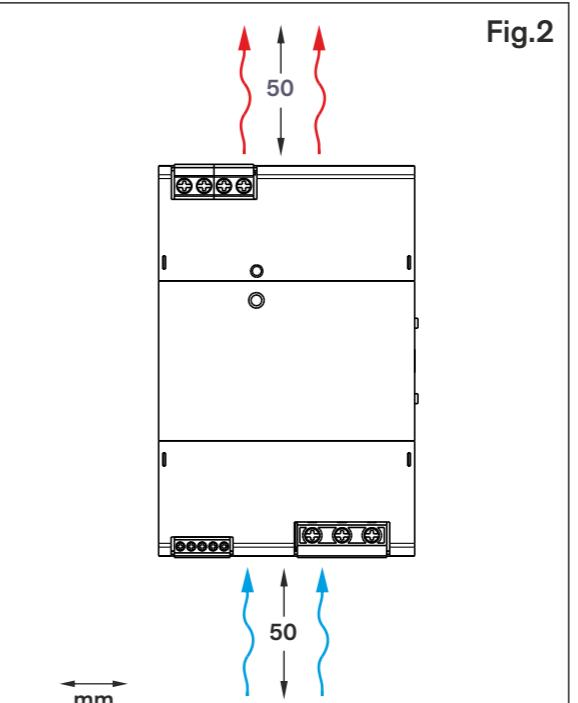

Fig.2
- Debe asegurarse una refrigeración adecuada. Fig.2